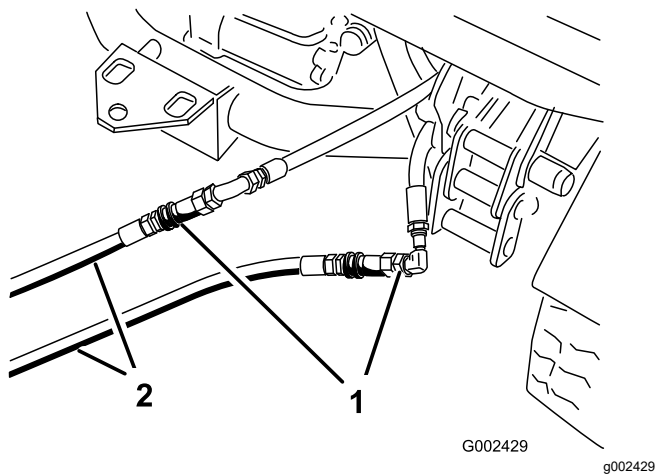

Figure 72
3. Sur la machine en panne, branchez les 2 flexibles de dépannage aux flexibles débranchés (Figure 72).